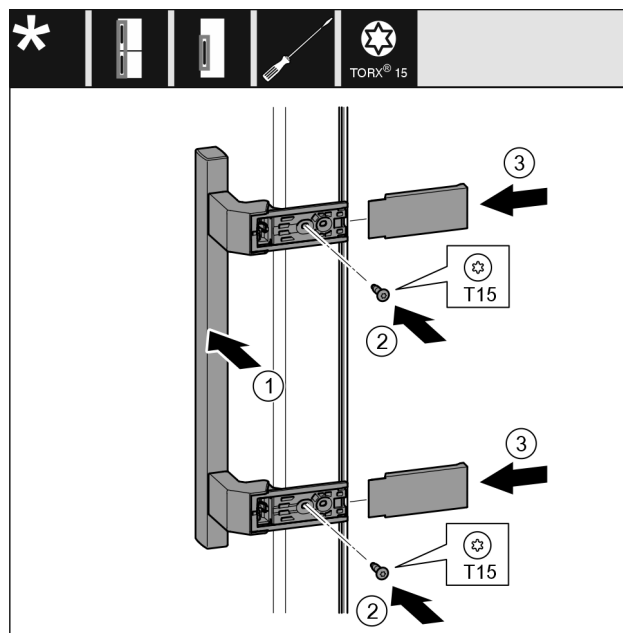

Fig. 11
- Colocar el tirador en el lado opuesto. Fig. 11 (1)
- Apretar los tornillos con el destornillador T15. Fig. 11 (2)
- Colocar las tapas en los laterales y empujarlas. Fig. 11 (3)